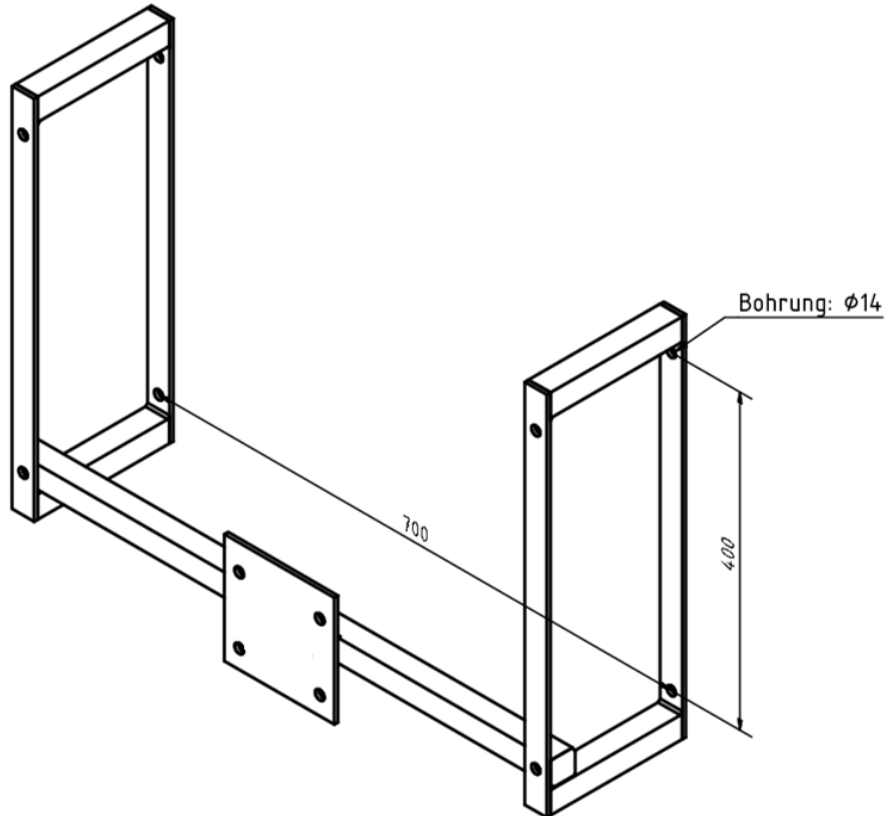

Abbildung 3: Bohrungsmaße Wandbefestigung
Befestigen Sie die Konsolen ① in der gewünschten Höhe an der Wand mit dem Bohrungsabstand von 700mm (siehe Abbildung 3) Verwenden Sie hierzu die mitgelieferten Schrauben ⑧ und Dübel ⑩